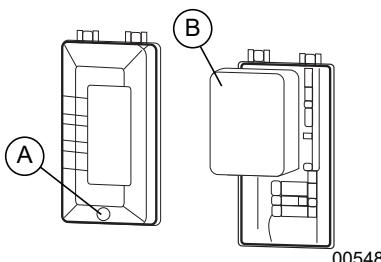

Figure 4-5. Filtre à air
1. Dévissez le boulon (A) et retirez le capot du filtre à air. Voir **Figure 4-5**.
2. Rincez le filtre (B) à l'eau savonneuse. Essorez-le dans un chiffon propre, SANS LE TORDRE.